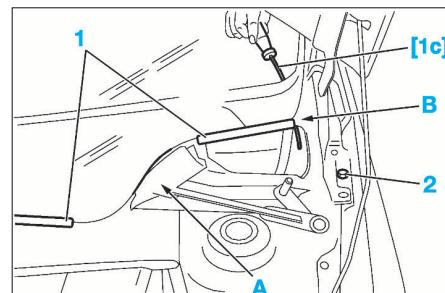

FIG. 120
- Déposer les profilés (1) de bas de pare-brise (Fig.120).
- Fixer le fil de découpe [1e] sur la fixation (2).
- De chaque côté, poser du ruban adhésif en (A) afin de protéger la feuillure.
- Faire passer l'alène [1c] à travers le cordon de colle, de l'intérieur vers l'extérieur, en (B).
- En cas de repose du pare-brise, reposer les profils (1) de bas de pare-brise (Fig.120) en prenant soin de respecter les marques sur le pare-brise.